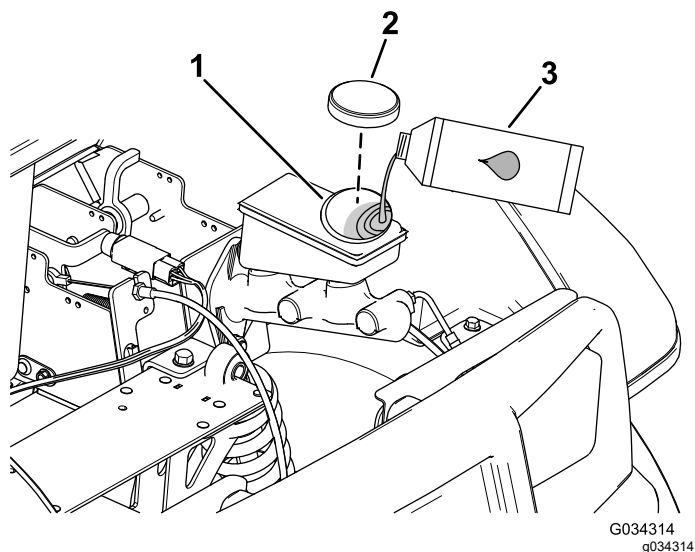

Рисунок 64
4. Поднимите капот, чтобы получить доступ к главному тормозному цилиндру и бачку (Рисунок 64).
- Очистите область вокруг крышки бачка и снимите крышку (Рисунок 64).
- Установите на место крышку бака (Рисунок 64).